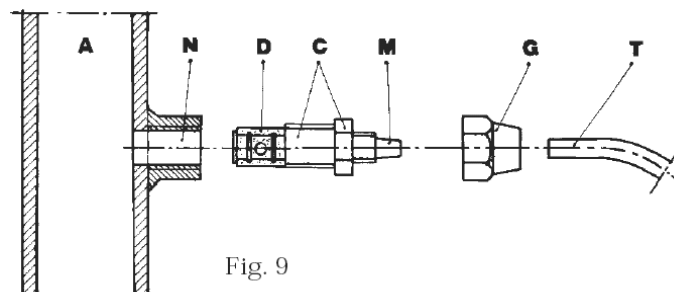

Fig. 9
- g. – Wählen Sie den zweckdienlichsten Dosierpunkt einer Leitung und installieren Sie dort eine 3/8“ T-Stück. Dieses T-Stück ist bauseits bereitzustellen. Schrauben Sie das Dosierventil in das T-Stück unter Verwendung einer Dichtung wie in Fig.9 gezeigt.
#### Diagramm Fig. 9